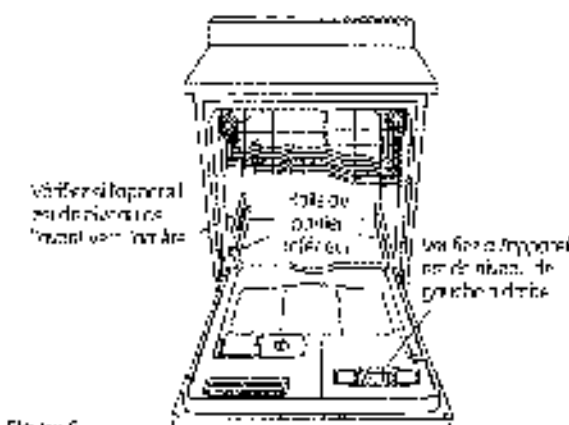

Figure 6
- Enlevez le panier inférieur et placez un niveau sur la porte et sur le rail du panier inférieur, comme indiqué à la Figure 6.